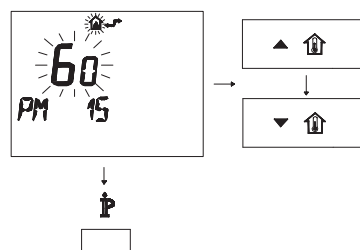

Figura 5.30
- Modifique el punto de consigna programado mediante los botones **▲** o **▼** hasta que aparezca un **valor de 60**. Espere a que el número programado comience a parpadear (Figura 5.30).